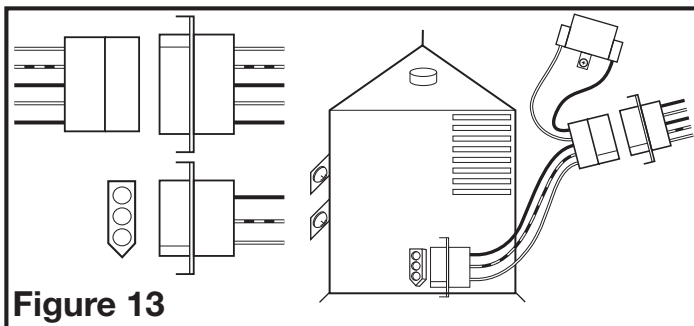

Figure 13
- 3c. **MODÈLES AKLS6H** : Connectez le faisceau électrique en branchant l'extrémité de 3 broches de connexion rapide dans la prise située sur le côté du couvercle du compartiment de fil. Assurez-vous que l'extrémité de 5 broches de connexion rapide est branchée dans la prise du ventilateur. Ces fils ne peuvent être insérés que dans un seul sens dans les prises (Figure 13).